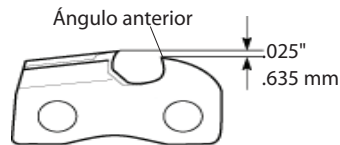

Figura 35 - Redondeo del ángulo anterior de la medida de profundidad
- Retire el calibrador de medida de profundidad. Utilice una escofina plana para redondear la esquina frontal de la medida de profundidad del elemento de corte (vea la figura 35).